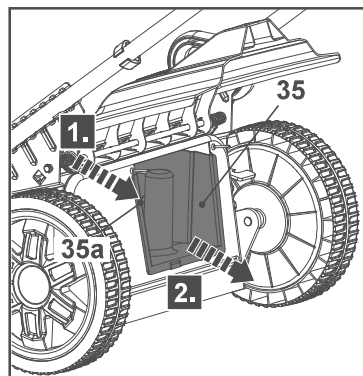

Fig. 18
2. Apriete el pestillo de bloqueo (35a) y suéltelo de la ranura del canal de descarga trasero (32a); a continuación, retire el accesorio triturador (32) (Fig. 18).